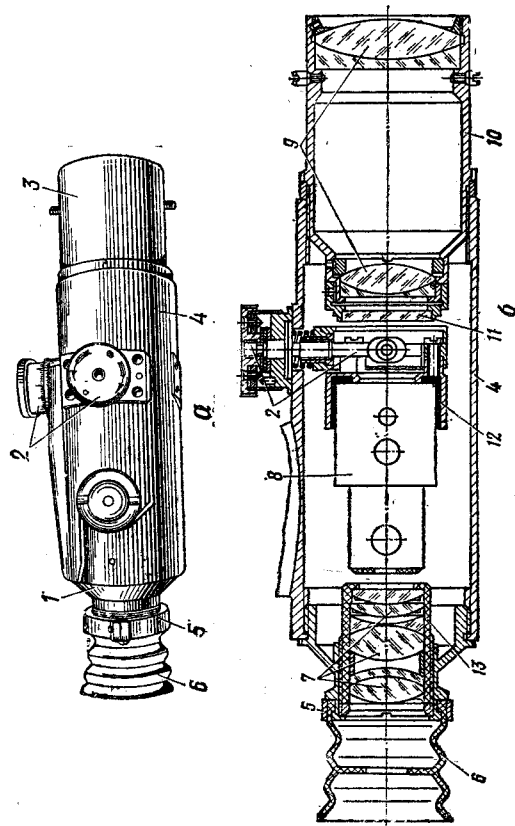

Рис. 26. Электронно-оптический прибор:
30. Электронно-оптический прибор (рис. 26) состоит из объектива, электронно-оптического преобразователя и окуляра.